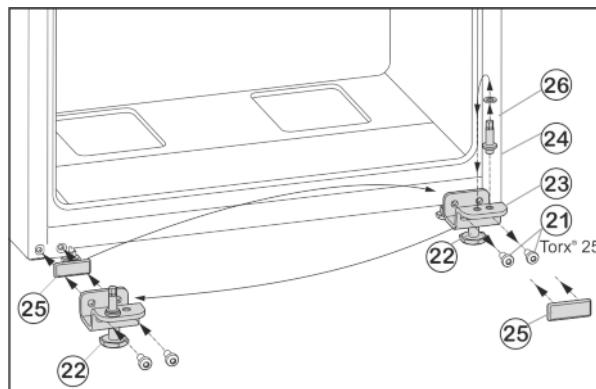

Fig. 7
- ▶ Открутите крепежные винты Fig. 7 (21).
- ▶ Снимите нижний опорный кронштейн Fig. 7 (23) вместе с опорным пальцем Fig. 7 (24), шайбой Fig. 7 (26) и регулируемой опорой Fig. 7 (22).
- ▶ Открутите опорный палец Fig. 7 (24) вместе с шайбой Fig. 7 (26) и, переставив в отверстие на противоположной стороне опорного кронштейна, снова прикрутите.
- ▶ Аккуратно снимите защитную пластины Fig. 7 (25) и переставьте ее на противоположную сторону.
- ▶ Прикрутите нижний опорный кронштейн Fig. 7 (23) вместе с опорным пальцем Fig. 7 (24), шайбой Fig. 7 (26) и регулируемой опорой Fig. 7 (22) с другой стороны шарнира (с моментом 4 Нм), при необходимости используйте аккумуляторный шуруповерт.
- ▶ Установите нижнюю дверцу сверху на опорный палец Fig. 7 (24).
- ▶ Вставьте средний опорный кронштейн (13) с поворотом на 180° в нижнюю дверцу и прикрутите с помощью крепежных винтов (11)(2 шт. Torx® 25) на новую сторону шарнира (с моментом 4 Нм).
- ▶ Снова установите пластиковую шайбу (10).
- ▶ Выверните регулируемую опору Fig. 7 (22) на нижнем опорном кронштейне Fig. 7 (23) до ее соприкосновения с полом.